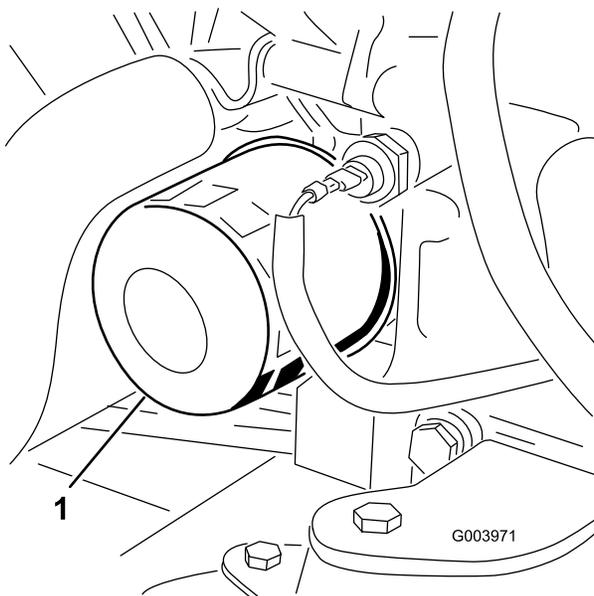

Bild 63
3. Entfernen Sie den Ölfilter (Bild 63).